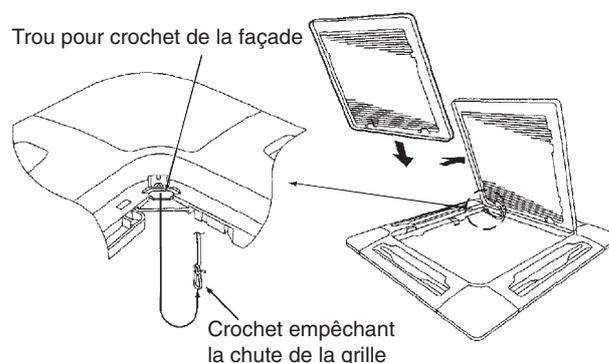

Fig. 9-22
- (1) Assurez-vous que le cordon de sécurité du couvercle est fixé à la broche de la façade de la cassette, comme illustré. (Fig. 9-22)
- (2) Fixez le couvercle à la façade de la cassette à l'aide des vis fournies.